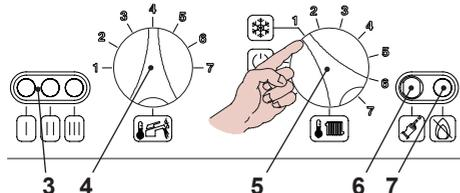

Figura 6.4
- Dare alimentazione elettrica alla caldaia (interruttore bipolare); la lampada di segnalazione 3 in Figura 6.4 si accende cir-
- Ruotare il selettore di funzione 5 come indicato in Figura 6.4, la lampada di segnalazione 3 lampeggia ad intermittenza circa ogni 2 secondi.